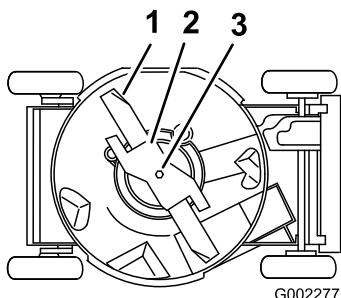

Figura 26
4. Vuelque el cortacésped sobre su lado **izquierdo** (limpiador de aire hacia arriba) (Figura 26).